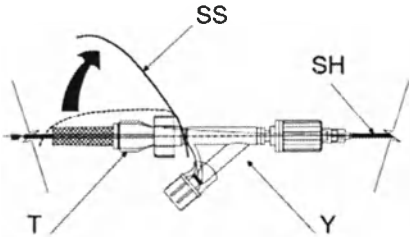

Рис. 19
- Срежьте или удалите пломбу (SS) (рис. 19).